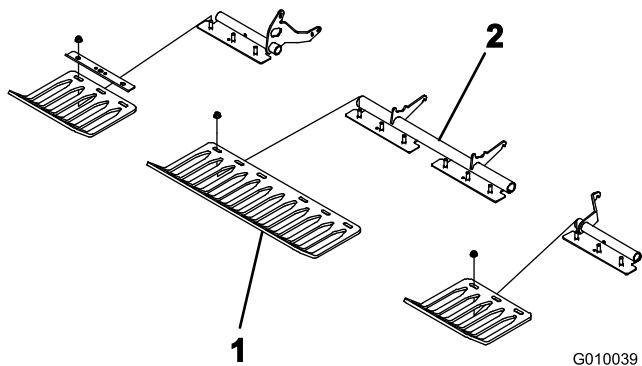

Рисунок 23
3. Свободно установите травоотбойники на кронштейны с помощью 4 зажимов и 12 гаек с фланцем (Рисунок 23). Не затягивайте детали крепления.
Примечание: Зажимы травоотбойников и гайки с фланцем поставляются прикрепленными к кронштейнам травоотбойников (Рисунок 23).